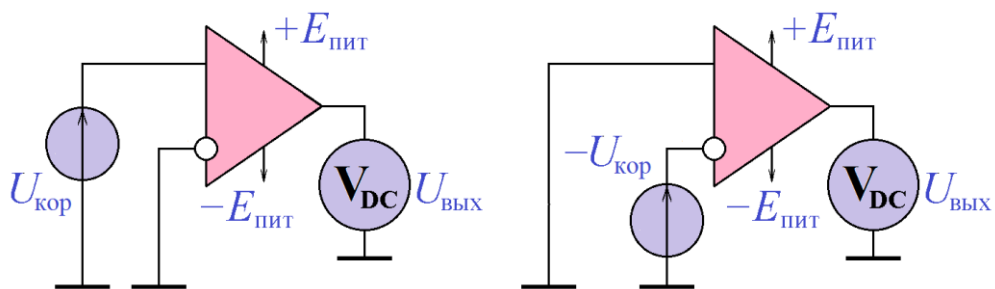

Рис. 7.8. Коррекция нуля операционного усилителя
3. Осуществить коррекцию нуля операционного усилителя. Для этого подключить оба входа операционного усилителя к земле, последовательно с одним из входов включить источник постоянного напряжения $U_{кор}$ (рис.7.8) и, изменяя его величину (и, возможно, знак), добиться обращения в 0 выходного напряжения операционного усилителя.